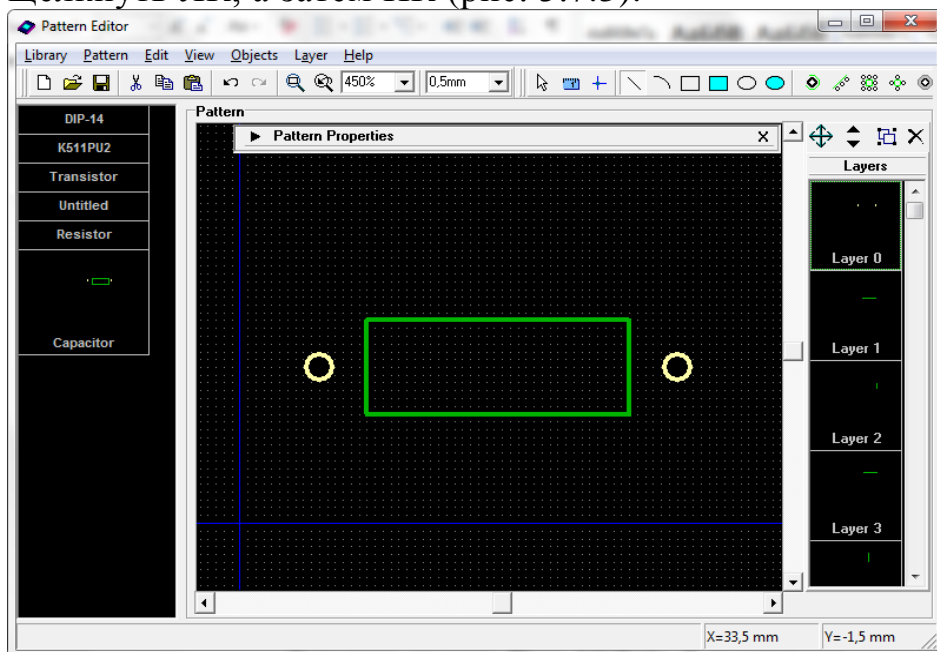

Рис. 3.7.3
5) Начертить прямоугольный контур микросхемы. Для этого выполнить команду **Line**. Поставить курсор в 1-ю точку (8; 7) и щелкнуть ЛК. Переместить курсор во 2-ю точку (24,5; 7), щелкнуть ЛК. Установить курсор в 3-ю точку (24,5; 13), щелкнуть ЛК. Переместить курсор в 4-ю точку (8; 13) и щелкнуть ЛК. И, наконец, снова переместить курсор в 1-ю точку (8; 7), щелкнуть ЛК, а затем ПК (рис. 3.7.3).